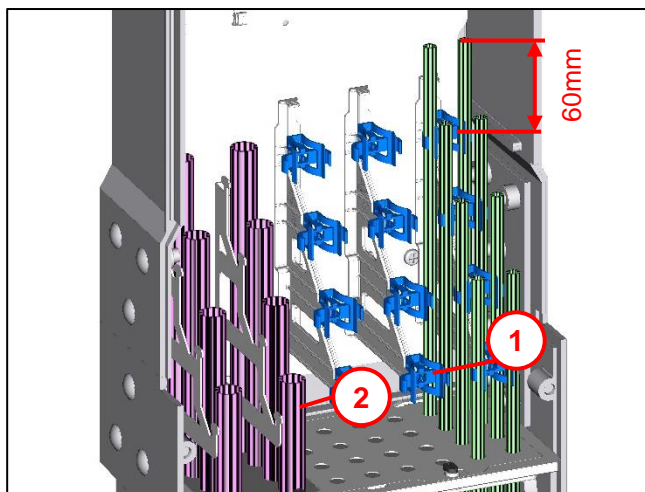

Abb. 14
- Mikrorohre (3) in den Sockel einführen.
- Mikrorohre des Zugangs an der Zugabfangung (2) im Sockel mit Schlauchschellen (1) befestigen.
**Beachten:** Schlauchschellen locker an Abfangbügel anbringen, werden bei Abb. 14 befestigt.